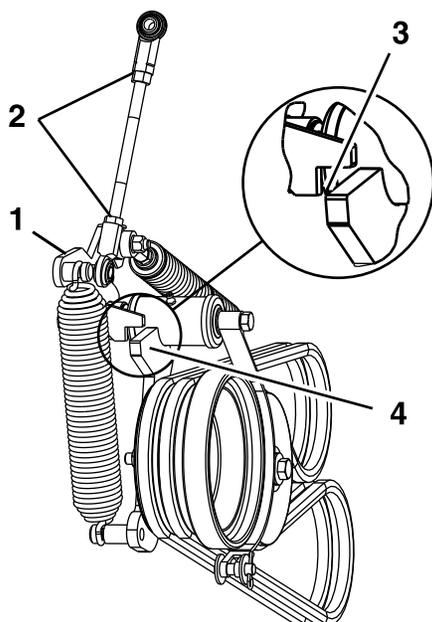

**Figure 51**
6. Desserrez les guides de courroie **A** et **B** (Figure 51).
8. Installez les courroies neuves sur les poulies, comme montré à la Figure 51.